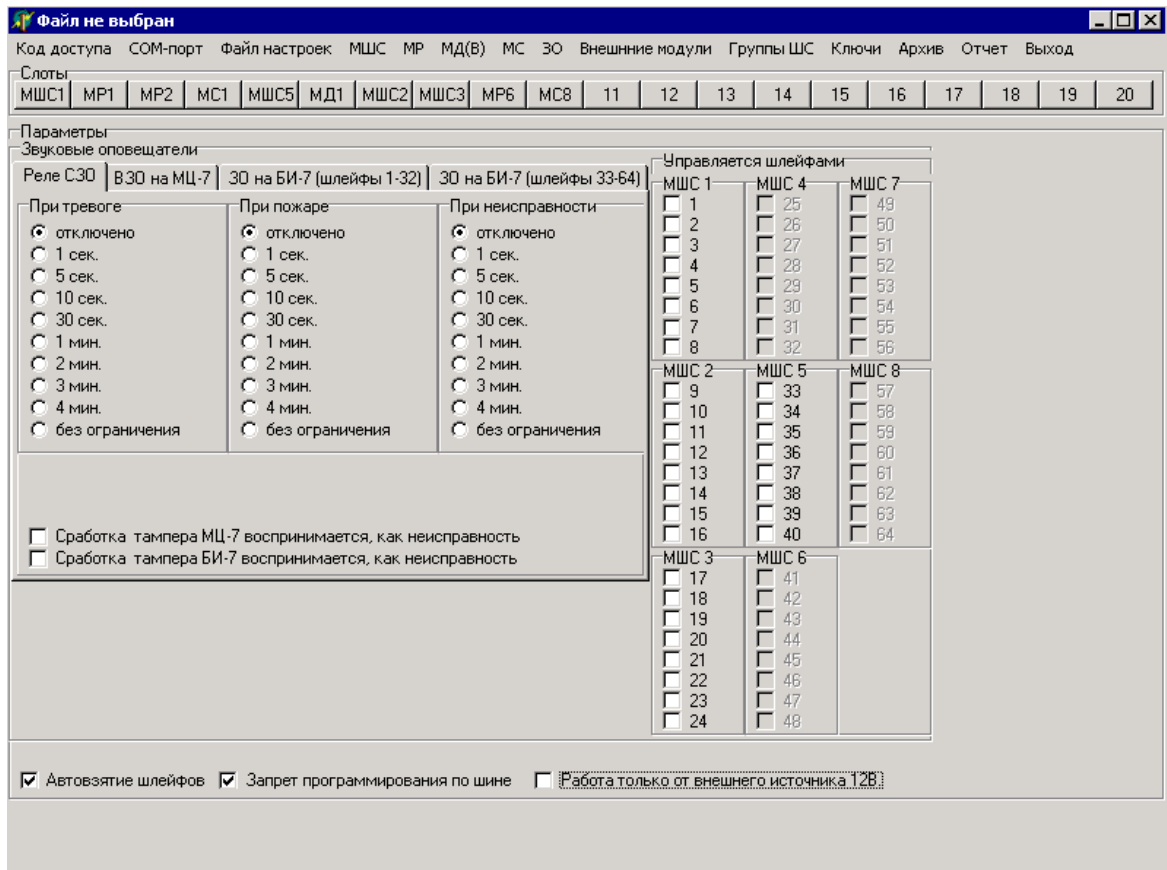

Рисунок 12
2.1.4.1 Для программирования режима работы любых звуковых оповещателей прибора (далее по тексту – ЗО) используется команда главного меню «ЗО». В результате выполнения этой команды в основном окне программы появляется панель со списком программируемых параметров режима работы всех ЗО прибора, состоящая из четырех закладок (рисунок 12):
2.1.4.2 При программировании режима работы любого ЗО прибора на панели «Управляется шлейфами» находится список, состоящий из 64-х ШС. Доступными для программирования в этом списке являются те ШС, которые реально включены в конфигурацию прибора (рисунок 12).